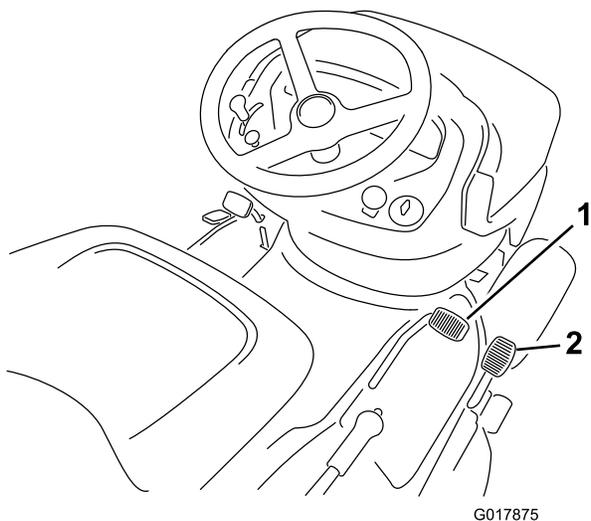

Figure 13
2. Posez le pied sur la pédale de déplacement et appuyez lentement dessus pour avancer (Figure 13).
2. Posez le pied sur la pédale de déplacement en marche arrière et appuyez lentement dessus pour reculer (Figure 13).